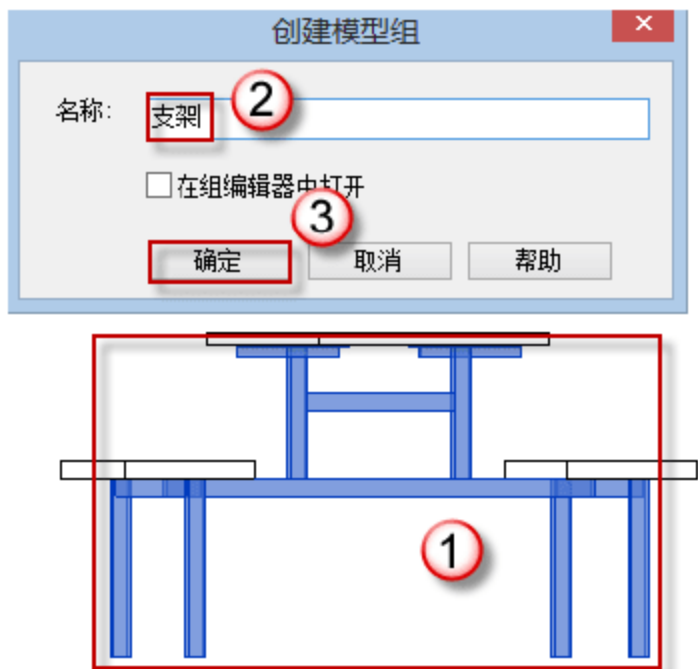

图 8.3.17 创建组
(18) 选中支架图元。在上下文关联选项卡中选择“创建组”命令，在弹出的对话框中命名为“餐桌支架”的组，单击“确定”按钮，如图 8.3.17 所示。